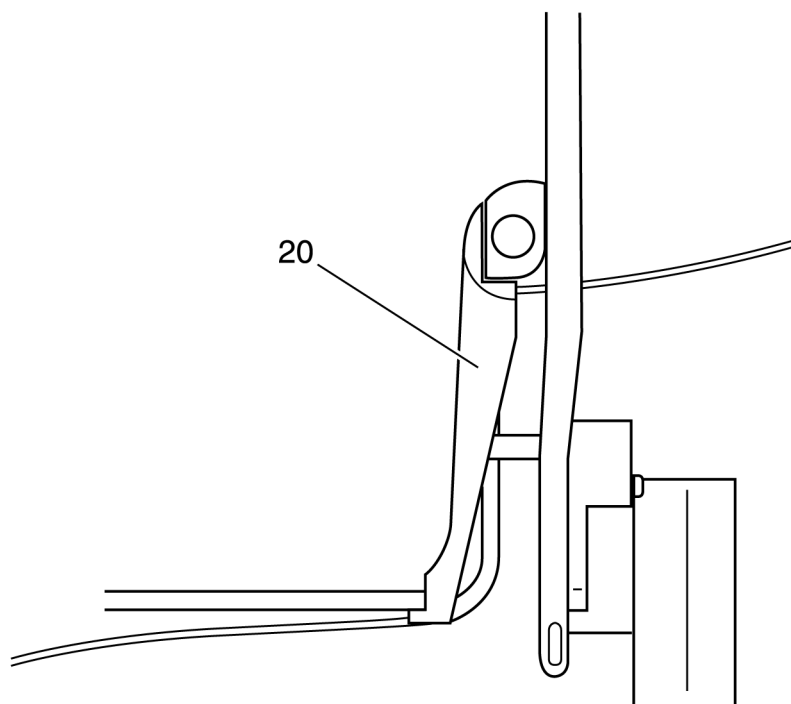

Рис. 15
- Удалите направляющую кабеля 20 датчика контроля выполнения петель (рис. 15).